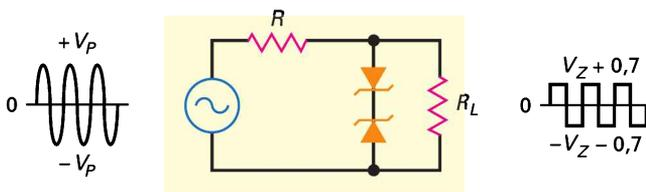

Figure 5.8
Que fait le circuit de la figure 5.8 ?
Réponse Dans la plupart des applications, les diodes Zener sont au claquage et servent en régulateur de tension. Mais il y a des exceptions ; parfois, elles sont utilisées dans des circuits de mise en forme des signaux, comme sur la figure 5.8.
5.5 Avez-vous compris ? Sur la figure 5.8, si la tension V_Z de chaque diode Zener est de 3,3 V, quelle est la valeur de la tension de sortie sur la résistance R_L ?